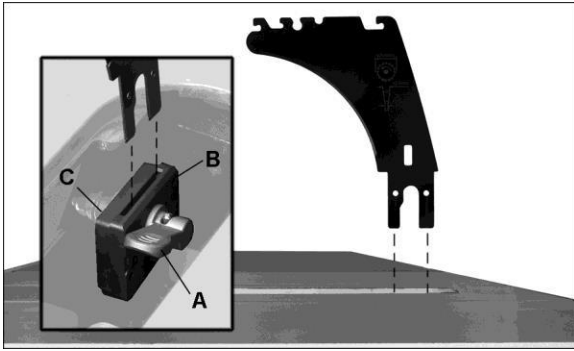

Рис. 6-9
См. Рис. 6-9.
4. Потяните рычаг (А, рис. 6-9) через отверстие стола пилы. Плавающий зажимной блок (В) отодвинется от зафиксированного блока (С), оставляя зазор.
Крепежный блок (Рис. 6-9) отрегулирован на заводе-изготовителе и дальнейшая настройка защитного кожуха пильного диска и раскливающего ножа не требуется. Тем не менее, надлежащее выравнивание очень важно. Перед работой на циркулярной пиле прочитайте раздел 6.3 «Настройка раскливающего ножа», чтобы проверить это и при необходимости выполнить процедуру настройки.